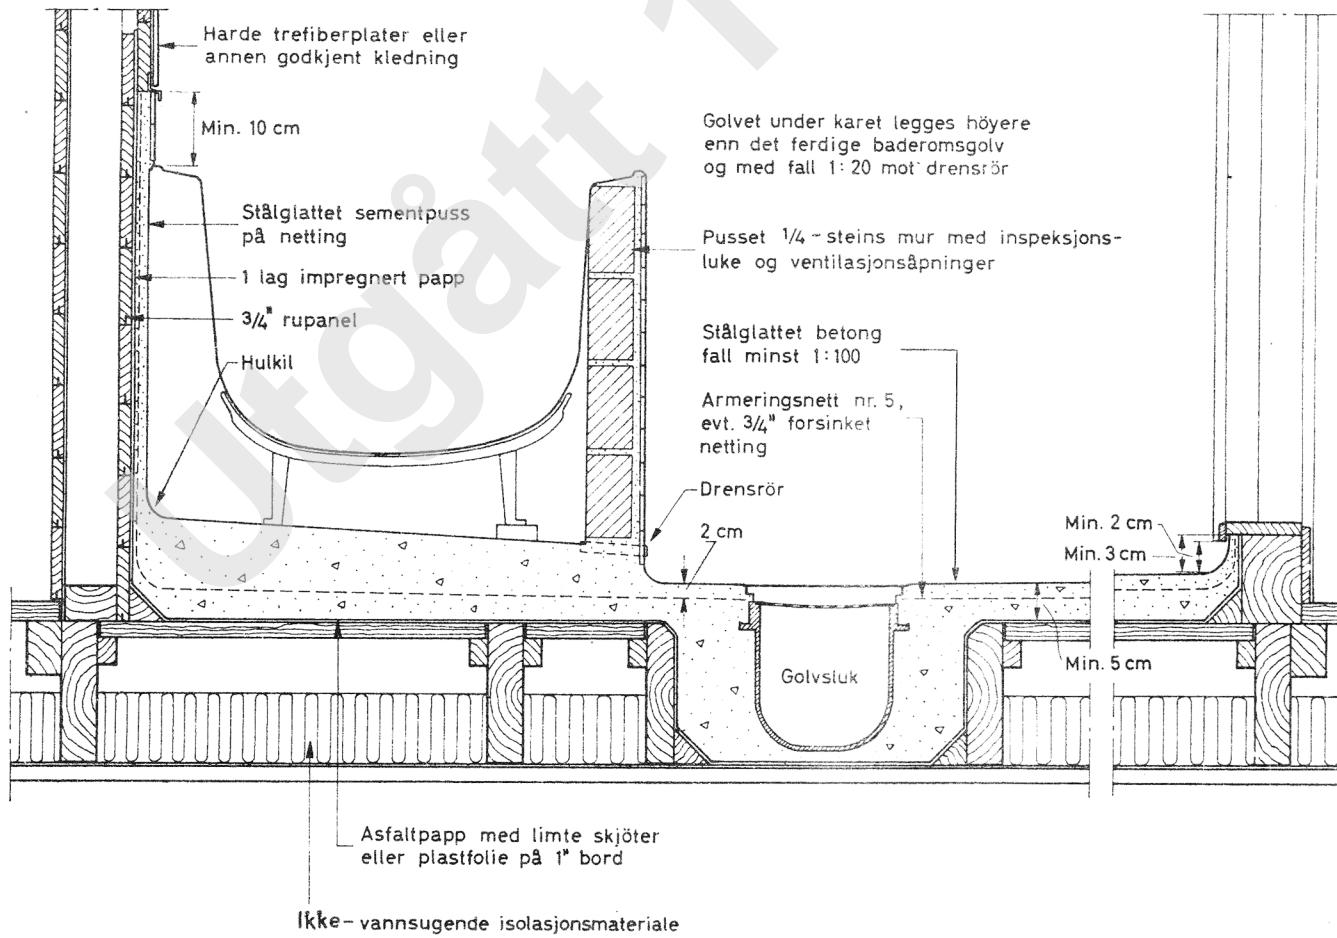

Fig. 111. Mål 1:10
- 111 Golvet kan utføres som vist på fig. 111.